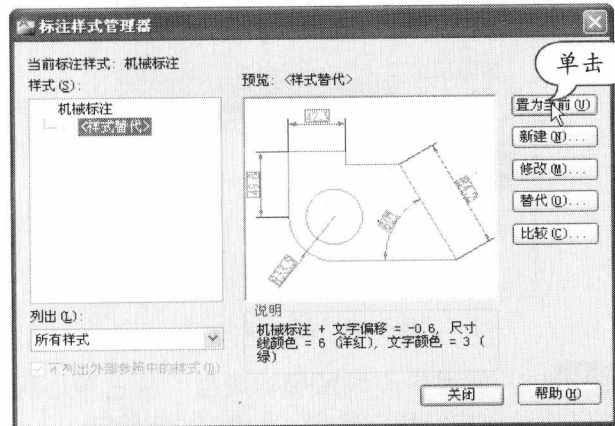

图 1-33 置为当前
STEP 03 置为当前。在“标注样式管理器”对话框中选择“样式替代”，然后单击“置为当前”按钮，如图 1-33 所示。